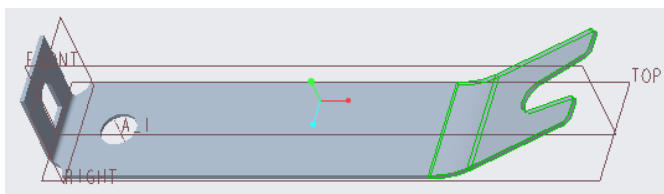

图 5-63 折弯特征效果
(8) 在“折弯”选项卡中单击  (完成) 按钮, 创建的“折弯 2”特征 (角度折弯) 效果如图 5-63 所示。